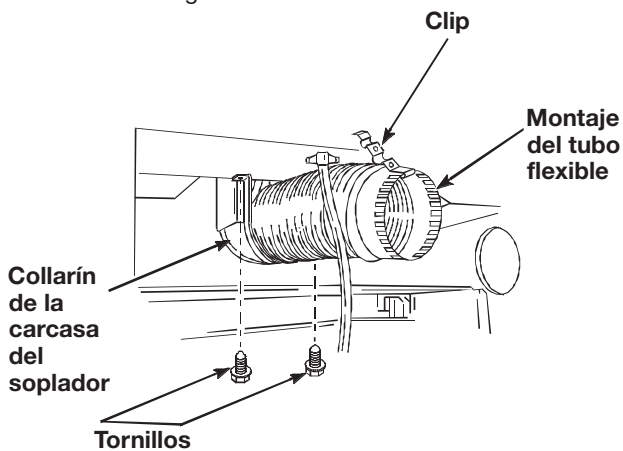

Figura 3
- Instale el nuevo conjunto de tubo flexible en el collarín de la carcasa del soplador. Coloque el clip en el extremo del tubo flexible. Vea la Figura 3.